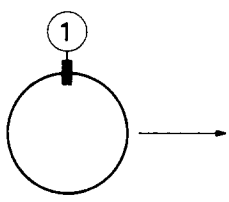

Fig. 4a
3. Eliminare l'incrocio delle righe centrali orizzontali e verticali blu e rosse con uno spostamento verticale del giogo. Se la posizione del giogo è corretta, inserire il cuneo di gomma (1) in alto (Fig. 4a) o in basso (Fig. 5a) senza togliere la striscietta di carta.
L'inserzione del cuneo come da Fig. 4a va eseguita se il giogo è spostato verso l'alto, come da Fig. 5a se il giogo è spostato verso il basso.